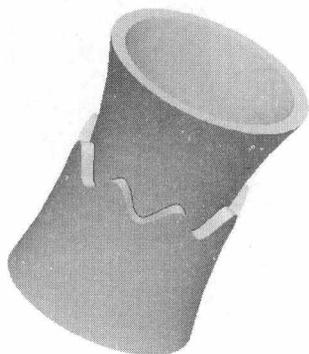

图1-15
- (1) 选取上一步中的修剪曲面。
- (2) 选择菜单命令【编辑】/【加厚】，设置厚度为2。
- (3) 单击鼠标中键完成加厚操作，结果如图 1-15 所示。